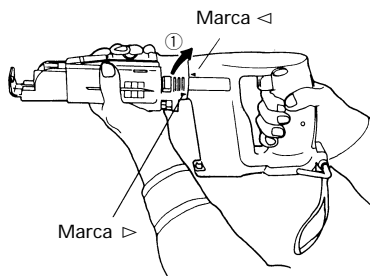

Fig. 5
Asegure el cuerpo principal con una mano y gire el dispositivo alimentador de tornillos con la otra en el sentido de la flecha ①, como se muestra en la Fig. 5.